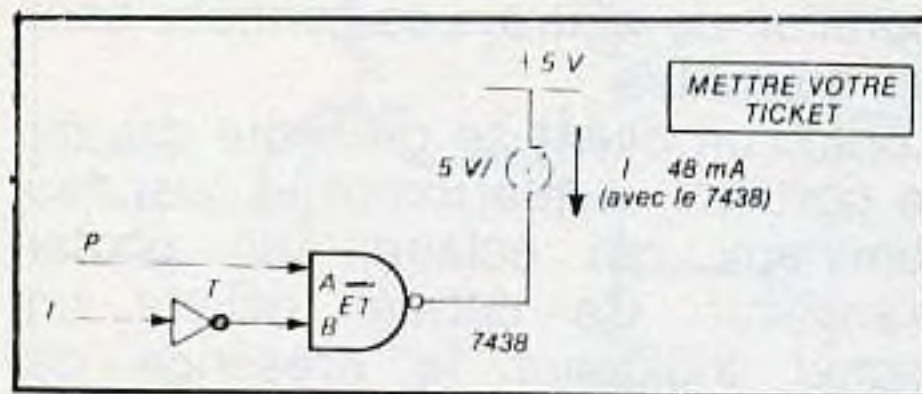

Fig. 110
2. Condition « Mettre votre ticket » (figure 110).